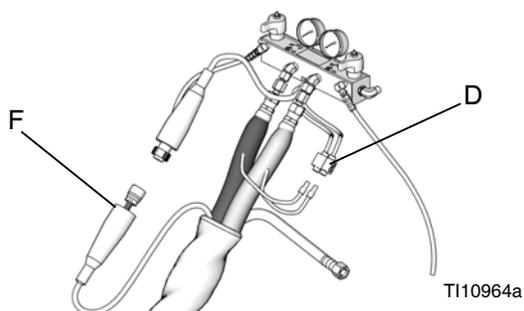

FIG. 8. Manguera calentada
3. Desconecte el cable del FTS (F) del Reactor, FIG. 8.
3. Retire la cinta y la cubierta de protección del FTS (21), FIG. 8, página 45. Desconecte el cable de la manguera (F). Pruebe con el ohmímetro colocado entre las clavijas del conector del cable.